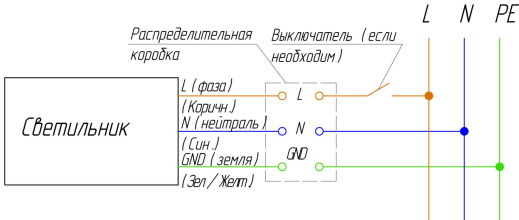

Рисунок 3. Электрическая схема подключения светильника к сети ~230В.
- произведите соединение кабеля светильника с питающим кабелем в герметичной распределительной коробке или муфте или другим способом, обеспечивающим герметичное соединение со степенью пылевлагозащиты не менее IP65. При этом необходимо соблюдать полярность соединения проводов: коричневый – фазный проводник, синий – нейтральный проводник, зеленый/желтый – защитный проводник («земля») (см. рисунок 3).